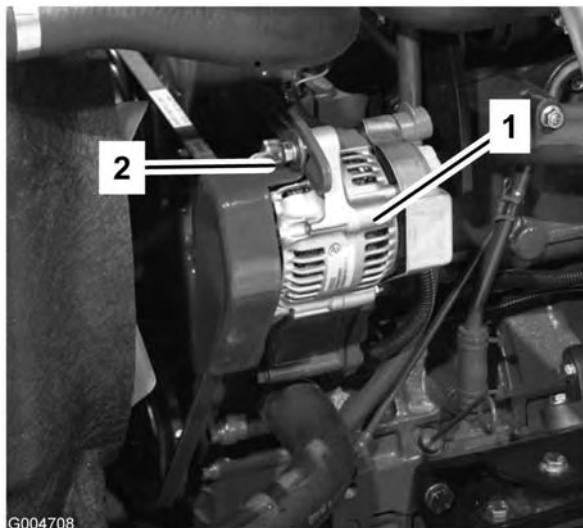

Figura 63
Compruebe la condición y la tensión de las correas (Figura 63) cada 100 horas de operación.
- Si la desviación no es de 10 mm, afloje los pernos de montaje del alternador (Figura 63). Aumente o reduzca la tensión de la correa del alternador y apriete los pernos. Verifique de nuevo la desviación de la correa para asegurarse de que la tensión es la correcta.